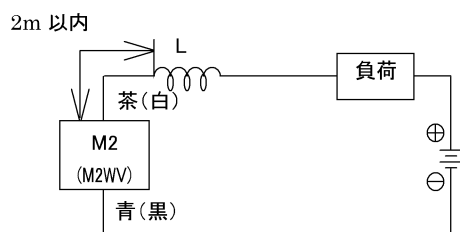

図5 ●チョークコイル
- リード線配線長が10mを超える場合は、図5. 6(M2※、M2WV、T2Y※、T2Wの場合)、図7(M3※、M3WV、T3Y※、T3W)に示す保護回路を必ず設けてください。